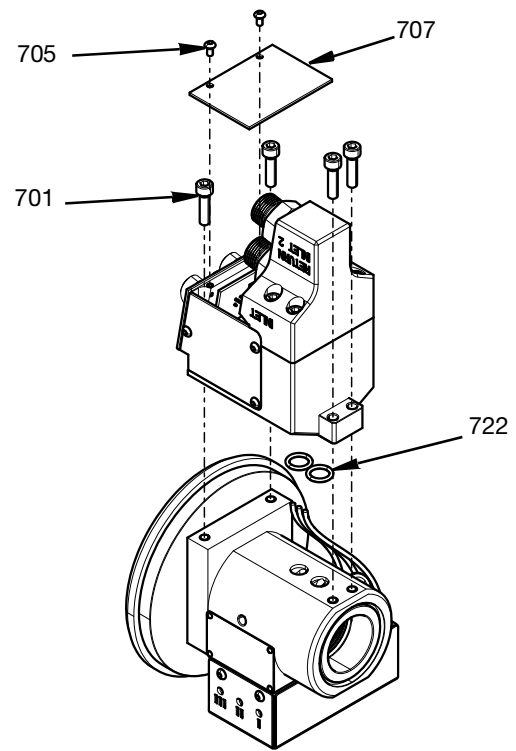

FIG. 18
- a. Remover a tampa superior (707) retirando os dois parafusos da tampa M3 (705).
- b. Os quatro parafusos M5 (701) podem então ser removidos para separar o conjunto da caixa de ligação do conjunto da câmara giratória.
Os sensores ou fichas podem agora ser acedidos. Os anéis de vedação (722) devem ser substituídos por novos antes de voltar a montar. Consulte a FIG. 18.